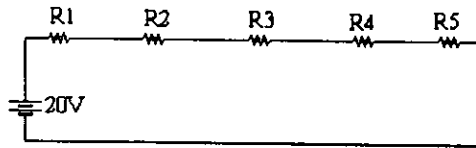

FIGURA 11
V.- Arme el circuito de la figura 11, realice medición de voltaje y corriente para cada resistencia y concentre sus lecturas en la tabla III.